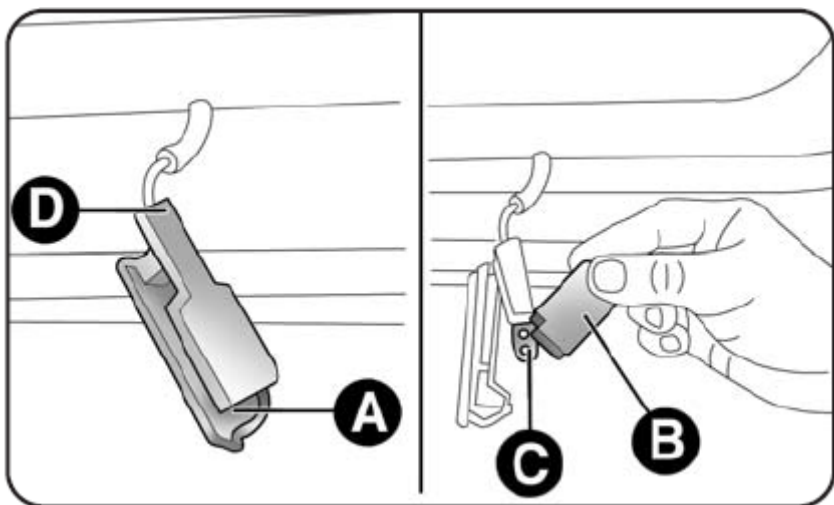

Рис. 38
- Откройте дверь и извлеките плафон, поддев отверткой пружину **A** – **рис.38**.